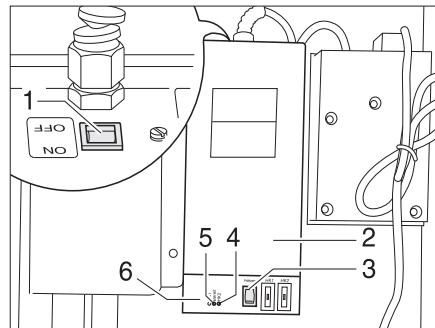

Fig. 111 Transformateur avec régulateur
Le transformateur 230 V AC/12 V DC (Fig. 111,2) est, suivant le modèle, monté dans la penderie ou dans la banquette de la dinette.
- Le voyant de contrôle (Fig. 111,5) s'allume en vert : Régulateur en marche
- Les voyants de contrôle (Fig. 111, 4 et 6) s'allument en rouge : Les conduites des eaux usées sont chauffées
Un bouton-poussoir de contrôle (Fig. 111,3) est intégré dans le boîtier, ce bouton permet d'enclencher brièvement le régulateur. En appuyant sur le bouton-poussoir de contrôle, vous pouvez tester le fonctionnement du chauffage, même si la température ambiante est supérieure à 5 °C.
- Placer l'interrupteur (Fig. 111,1) du transformateur (Fig. 111,2) sur "ON".
- Placer l'interrupteur (Fig. 111,1) du transformateur (Fig. 111,2) sur "OFF".